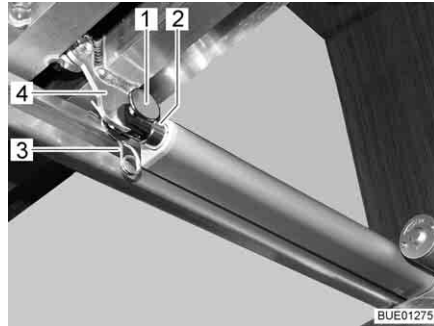

Fig. 116 Azionamento
- Rimuovere il collegamento (p. es. perno e spina a molla (Fig. 116,1 e 3)) tra biella (Fig. 116,2) e telaio portamaterasso (Fig. 116,4).